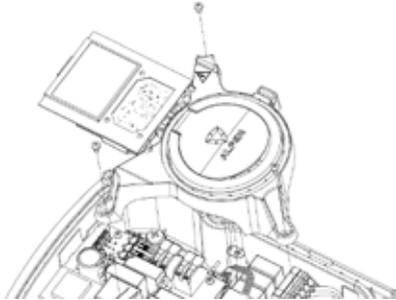

Figure 6 : Detacher le sous ensemble
8. Retirez le châssis auxiliaire transparent en dévissant les trois vis Torx T20. Voir figure 6